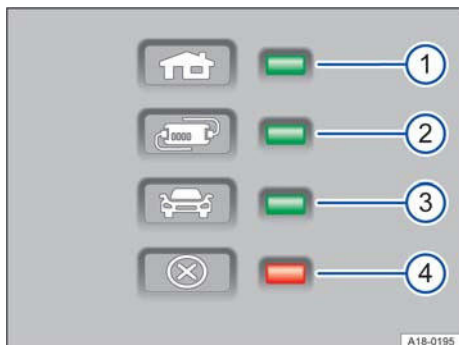

Fig. 2 Lămpi de avertizare și control la dispozitivul de protecție al cablului de încărcare.
Datorită dispozitivului electronic de protecție → fig. 2, ștecărul de încărcare este scos de sub tensiune până când este introdus în priză de încărcare a autovehiculului.
Una sau mai multe lămpi de control → fig. 2 ①, ② resp. ③ se aprind verde.
① aprinsă	Cablul de încărcare conectat la rețeaua de curent.
①, ② aprinse, ③ clipește	Bateria de înaltă tensiune se încarcă.
①, ② și ③ aprind	Procesul de încărcare încheiat. Bateria de înaltă tensiune s-a încărcat.
📌 Cablurile de încărcare livrate în alte țări decât Norvegia, nu pot fi utilizate frecvent în Norvegia pentru încărcarea de la o priză de rețea. Lampa de avertizare → fig. 2 ① nu afișează nimic, din cauza rețelei electrice diferite.
**Afișajul → fig. 2****2**
①, ④ clipește	Încălzire puternică a conectorului casnic.
②, ④ clipește	Încălzire puternică a dispozitivului de protecție.
Dacă se încarcă în continuare cu un curent de încărcare redus, pe lângă indicatorul de funcționare va clipi roșu și lampa de avertizare → fig. 2 ④.
- Dacă decuplarea sau reducerea curentului de încărcare apare din nou fără încălzire externă evidentă, verificați ce lampă de control verde clipește → fig. 2. Adresați-vă unui partener Volkswagen pentru verificarea cablului de încărcare. Adresați-vă unei firme specializate în instalații electrice pentru verificarea infrastructurii electrice.
Dacă lampa de avertizare → fig. 2 ④ clipește sau se aprinde roșu fără ca o lampă de control → fig. 2 ①, ② sau ③ a indicatorului de funcționare să fie aprinsă continuu, înseamnă că există o deficiență.
① clipește,	Defect la alimentarea cu tensiune.
④ se aprinde sau clipește
② clipește,	Defect la dispozitivul de protecție.
③ clipește,	Defecțiune a autovehiculului.